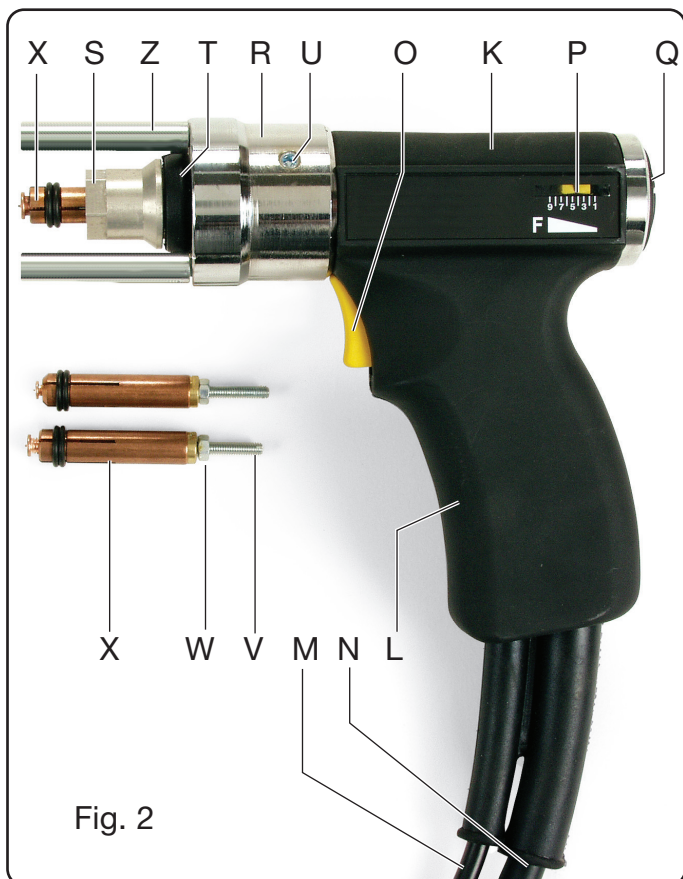

Fig. 2
Inserire la pinza **X** nel mandrino della pistola (fig. 2), premere la fino a sentirla appoggiare in fondo e bloccare il dado **S** con la chiave esagono 17 mm in dotazione.
- inserire il prigioniero scelto nella pinza **X** (preventivamente regolata come descritto in Fig. 2)